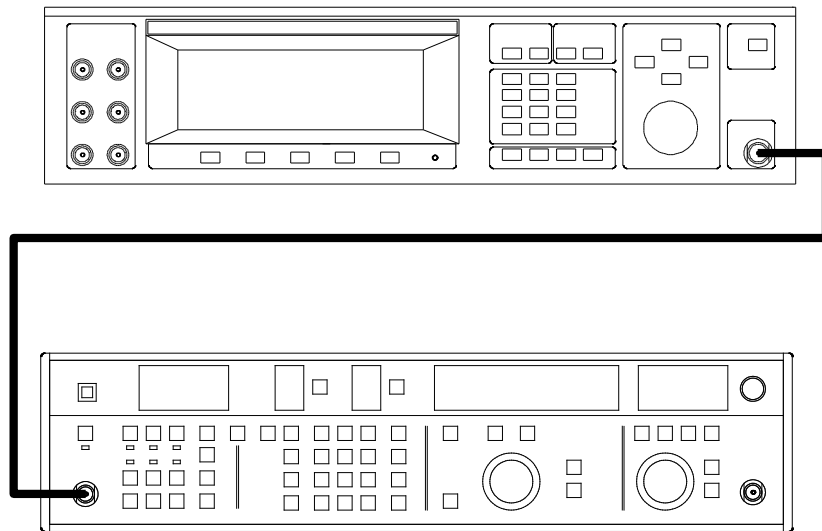

図 7-3 MSG-2580との接続
- 3) 図7-3のように接続してMSG-2580のMODULATION表示分LEVEL HI LOWランプが両方共消えるようにMAINメニューでOUTPUTを調整する。